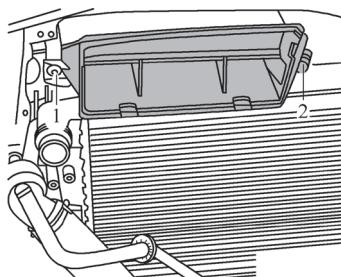

图 5-49 取下进气口
- ①关闭所有用电器，断开点火开关并拔出点火钥匙。
- ②用空调制冷剂充放机 VAS6007A 抽出制冷剂。
- ③拆卸前保险杠盖板。
- ④将锁支架置于保养位置。
- ⑤旋出螺钉 1 和 2（图 5-49），并取下进气口。